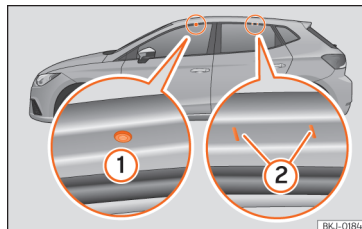

Fig. 117 Pontos de fixação das barras longitudinais para a bagageira do tejadilho.
Os pontos de fixação dianteiros e traseiros ① e ② só se podem ver com as portas abertas » **Fig. 117.**